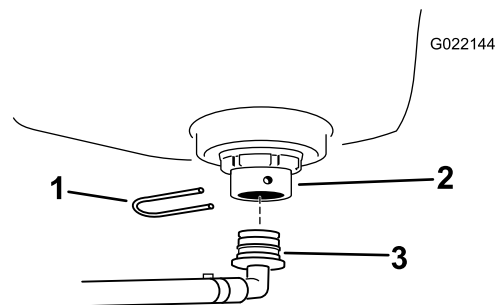

Figura 12
2. Instale a união roscada do depósito de lavagem ao anteparo e prenda-a com uma forquilha de segurança (**Figura 12**). Rode a união de forma a que fique virada para trás.